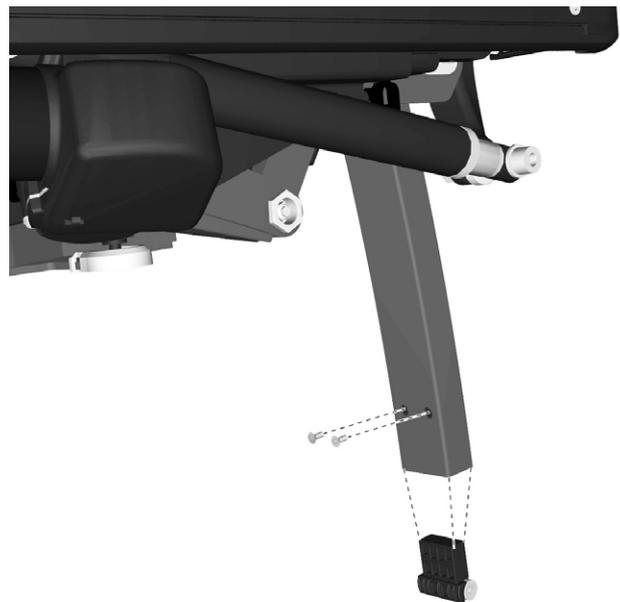

Abbildung 186. Die Gleitbuchse im oberen Teil der Beinstütze ist mit zwei Schrauben befestigt.
4. Gleitbuchse im oberen Teil der Beinstütze abmontieren. Sie ist mit zwei Schrauben montiert. Siehe Abbildung. 186.
2. Gleitbuchse im oberen Teil der Beinstütze mit den beiden Schrauben anmontieren. Siehe Abbildung. 186.